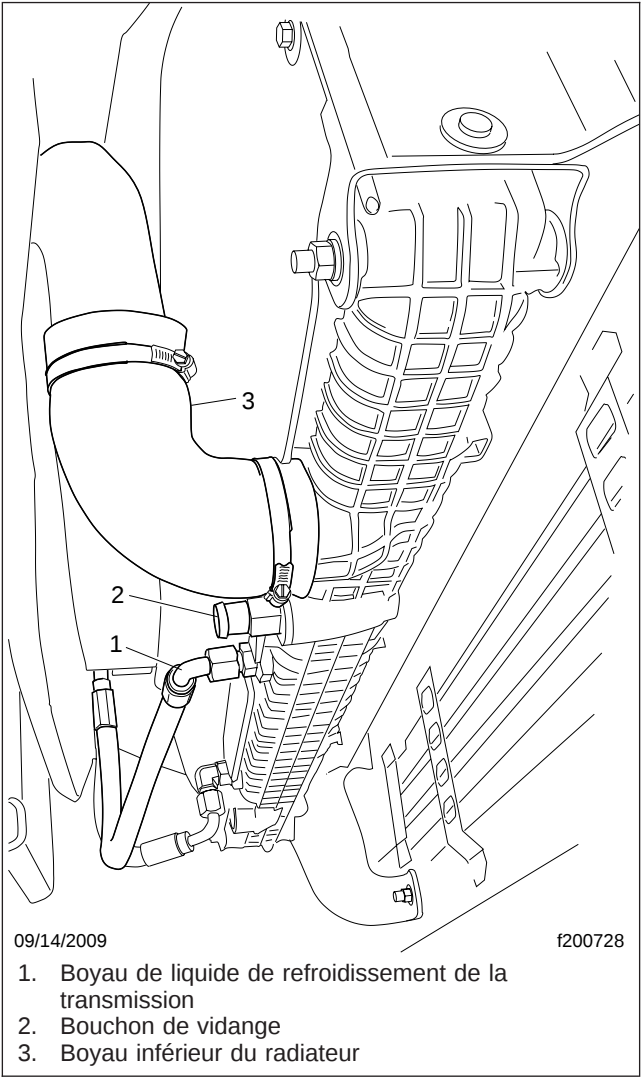

Fig. 2, Emplacement typique du bouchon de vidange du liquide de refroidissement
- 4. Retirez le bouchon de vidange du réservoir du radiateur; voir la **figure 2**. Laissez couler le liquide de refroidissement.